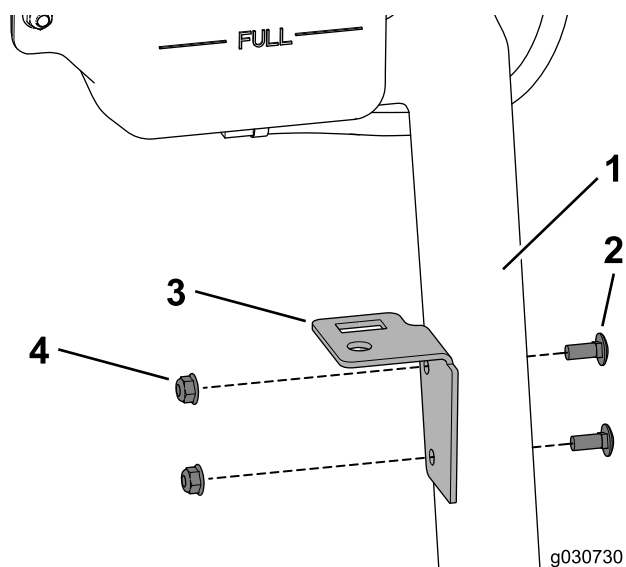

Figure 31
1. Utilisez les 2 boulons de carrosserie et les contre-écrous pour fixer la patte de montage au support de réservoir de liquide de refroidissement (Figure 31).